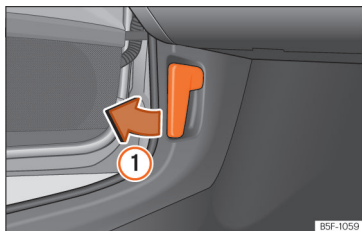

Fig. 284 Leva di sblocco nel vano piedi del lato conducente.
- Aprire la porta e tirare la leva posta al di sotto del cruscotto »» fig. 284 ①.